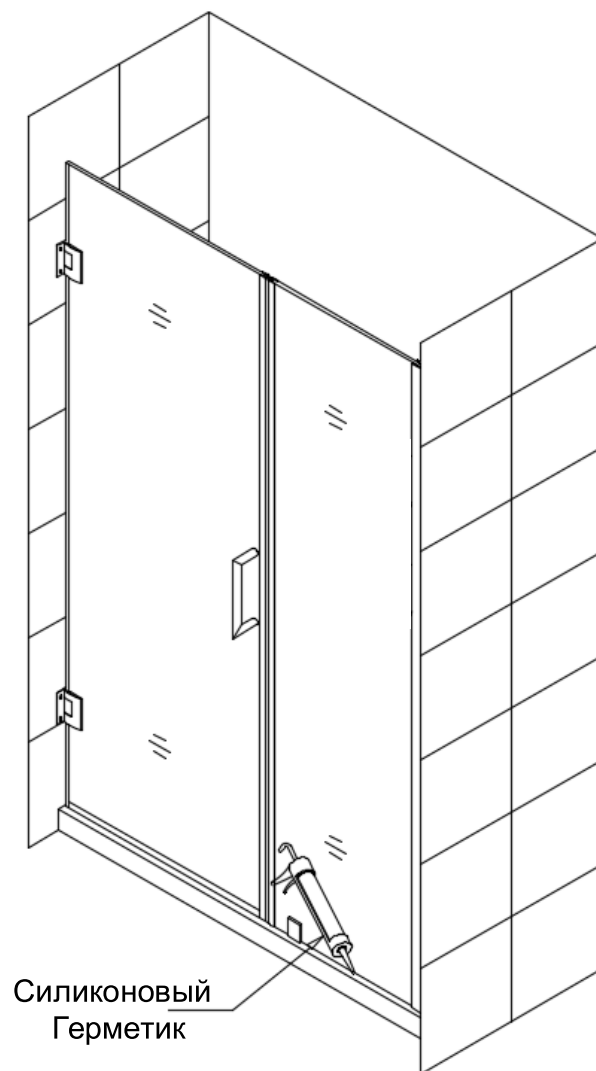

Рис. 10
8. Нанесите герметик вдоль присоединения неподвижного стекла к стене и полом душа или порога. См Рис. 10 инструкции.